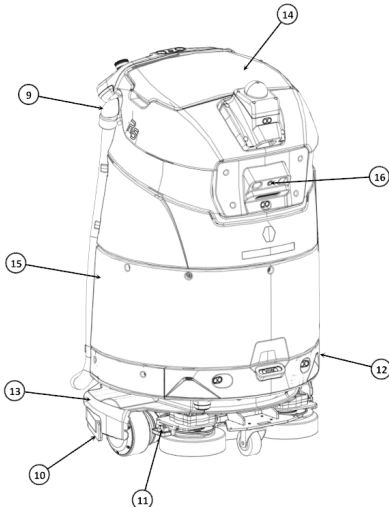

Figura 2
- 9. mangueira de aspiração (Figura 2)
- 10. borracha do rodo (Figura 2)
- 11. trinco do cartucho de escovas (Figura 2)
- 12. barra de sensores frontal (Figura 2)
- 13. rodo (Figura 2)
- 14. tampa do depósito de água suja (Figura 2)
- 15. painel frontal (Figura 2)
- 16. câmara RGB frontal (Figura 2)